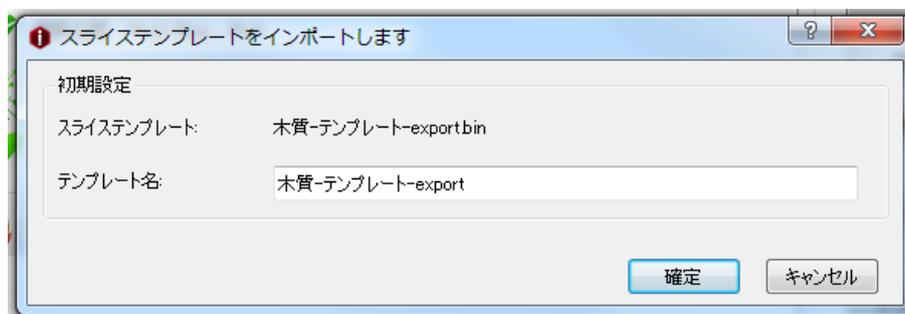

図 5.87：スライシングテンプレートのインポート
**インポート**とは、コンピュータからスライステンプレートを図 5.87のようにインポートすることです。